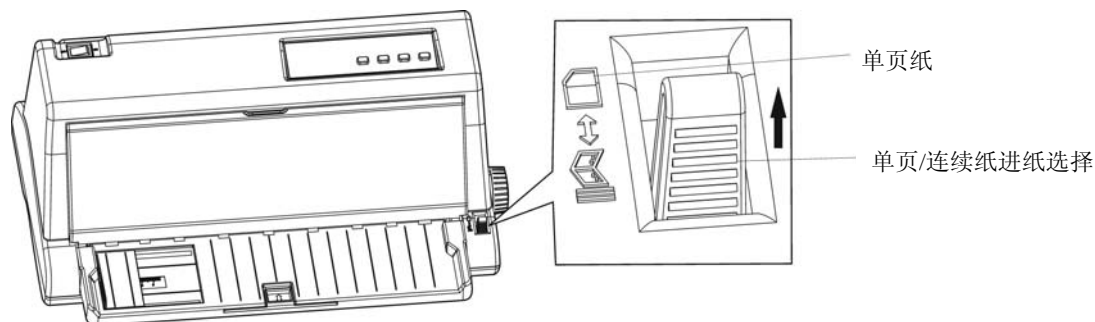

图 3-2 设定单页/连续纸进纸位置（单页纸）
- 设定单页/连续纸进纸选择杆于单页纸打印方式状态（如图 3-2 所示）。